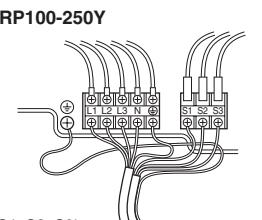

Fig. 6-2
### 6.1. Udendørs enhed (Fig. 6-1, Fig. 6-2)
① Afmonter servicepanelet.
② Før kablene som angivet i Fig. 6-1 og Fig. 6-2